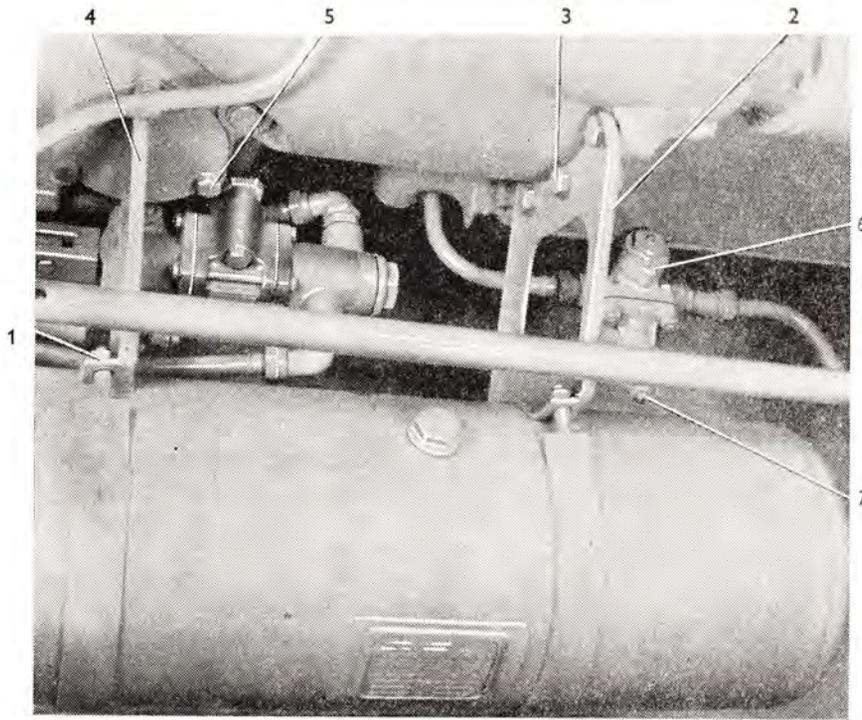

Abb. 142
2. Zwei Muttern M 10 (Abb. 142/1) sind von den Schrauben der Bänder des Luftbehälters abzuschrauben, die Bänder sind um 90° zu drehen und der Luftbehälter ist abzunehmen.
Anmerkung: Beim Schlepper Zetor 4511 ist der Luftbehälter auf der rechten Schlepperseite auf zwei Konsolen angeordnet. Die vordere Konsole (Abb. 142/2) ist am Flansch des Kupplungsgehäuses mit drei Verbindungsschrauben (Abb. 142/3) befestigt. Die rückwärtige Konsole (Abb. 142/4) ist mit drei Schrauben M 10×12 (Abb. 142/5) in der Öffnung im Seitendeckel des Getriebegehäuses befestigt. Vor der Sommer- und Wintersaison sind angesetzte Verunreinigungen durch die mit einem Ablasspfropfen verschlossene Öffnung abzulassen.
durch das Überströmventil (Abb. 142/6) ablassen.